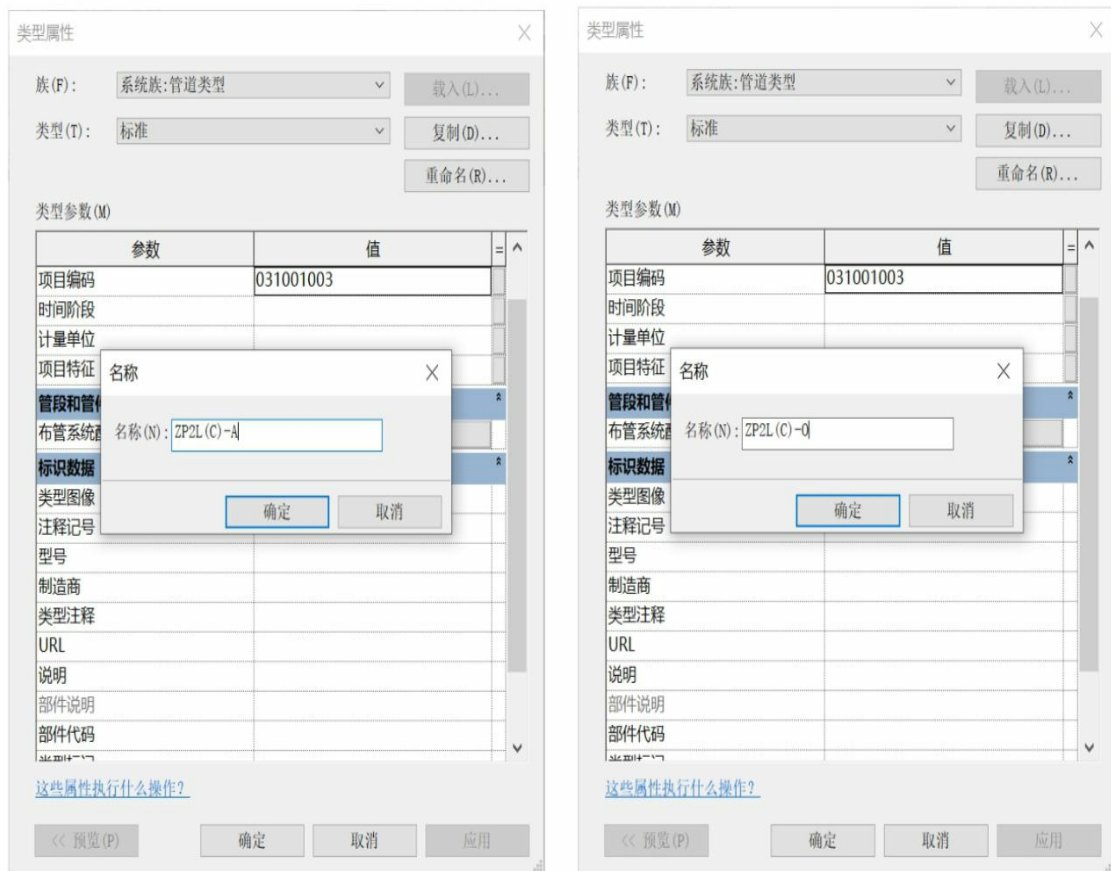

图3-67
在绘制水管之前应对水管系统分好类别，在“类型属性”对话框中通过复制，创建两个新的水管类型ZP2L (C) -A和ZP2L (C) -O，这样方便之后给管道添加颜色，如图3-67所示。